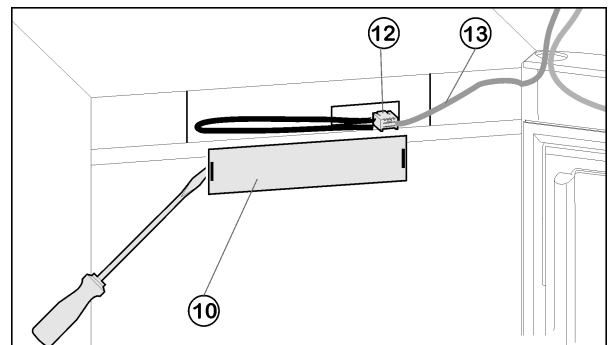

Fig. 4
- ▶ Enlever le panneau de face Fig. 4 (10) avec un tournevis.
- ▶ Enlever le contact et détacher raccord enfichable Fig. 4 (12).
- ▶ Brancher à nouveau la fiche Fig. 4 (12) de raccordement.
- ▶ Remettre en place le cache Fig. 4 (10).